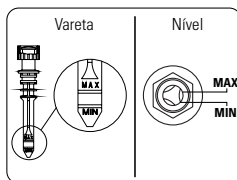

FIGURA 8.6
Aceite lubricante (1) (compresor lubricado) (Figura 8.6)